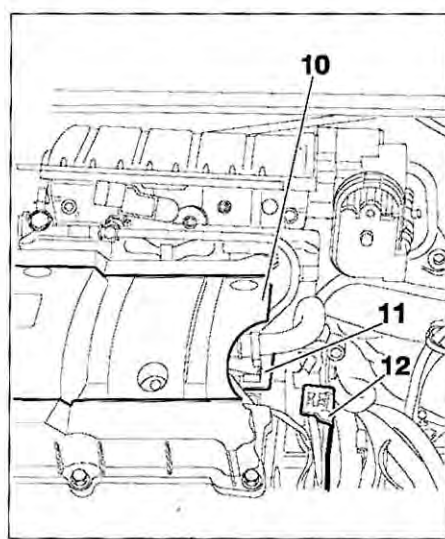

FIG. 25
- Separar el rácor (4).
- Desmontar (FIG. 25):
- la tapa embellecedora (10)
- la caja de bobina compactada (11)